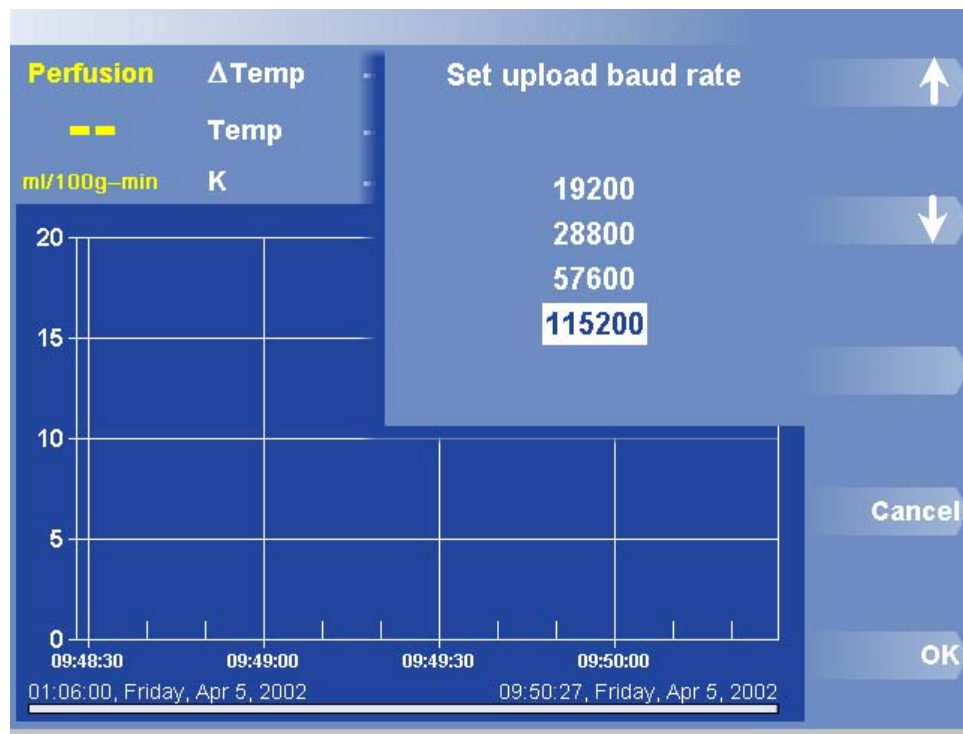

Figure 20. Boîte de dialogue et menu Définir la vitesse de transmission du chargement
1. Cliquez sur Options >More Options > More Options > Set Baud Rate (Options > Plus d'options > Définir la vitesse de transmission). La boîte de dialogue Set Upload Baud Rate (Définir la vitesse de transmission du chargement) apparaît (figure 20).